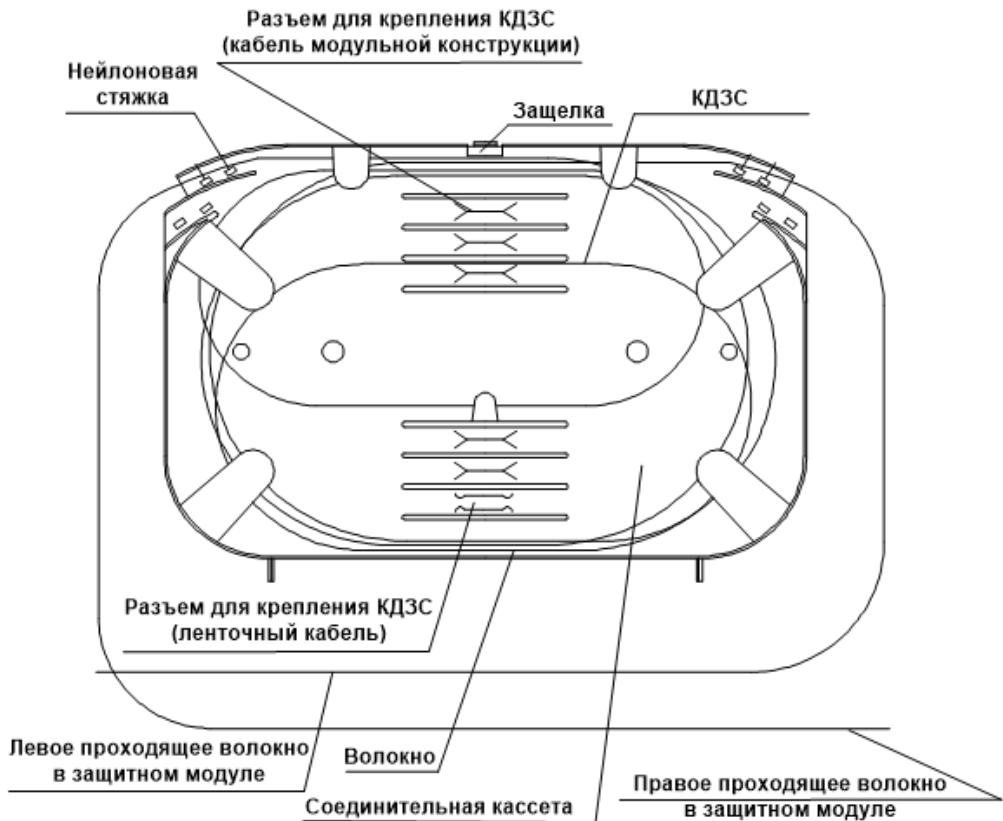

Рисунок 6 - Сварка оптических волокон
2. Кольца помещаются в сплайс-кассету вместе с термоусаженными гильзами (КДЗС). Сначала закрепите гильзу в одной из ячеек кассеты, затем укладывайте волокно в кольца, увеличивая их диаметр для укладки запаса. Смотрите рисунок 6.